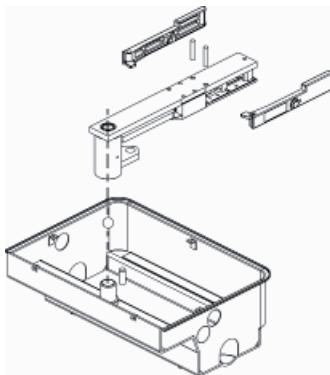

Fig. 8
- Assemblare le leve di sblocco sulla staffa di sostegno e introdurre la stessa sul perno della cassetta portante, inserendo anche la sfera in dotazione (Fig. 8).